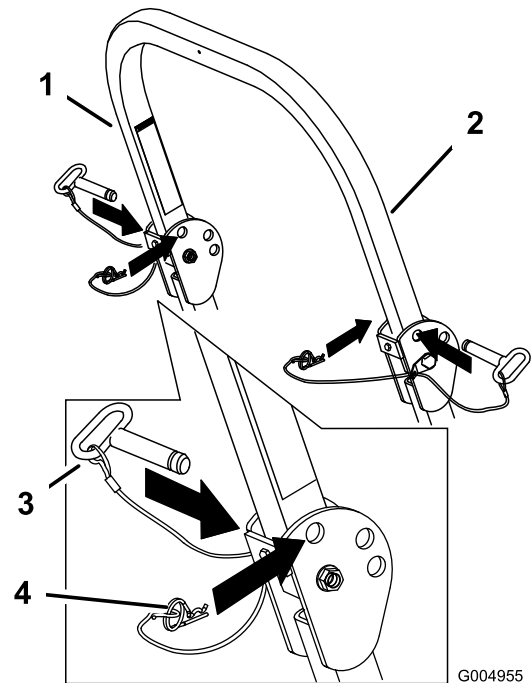

Bild 8
1. Entfernen Sie die Splints und die zwei Stifte (Bild 8).
3. Setzen Sie die zwei Stifte ein und befestigen Sie diese mit den zwei Splints (Bild 8).
4. Nehmen Sie zum Aufrichten des Überrollbügels die Splints ab und entfernen Sie die beiden Stifte (Bild 8).
5. Richten Sie den Überrollbügel ganz auf und setzen Sie die beiden Stifte ein. Befestigen Sie die Stifte mit den Splints (Bild 8).